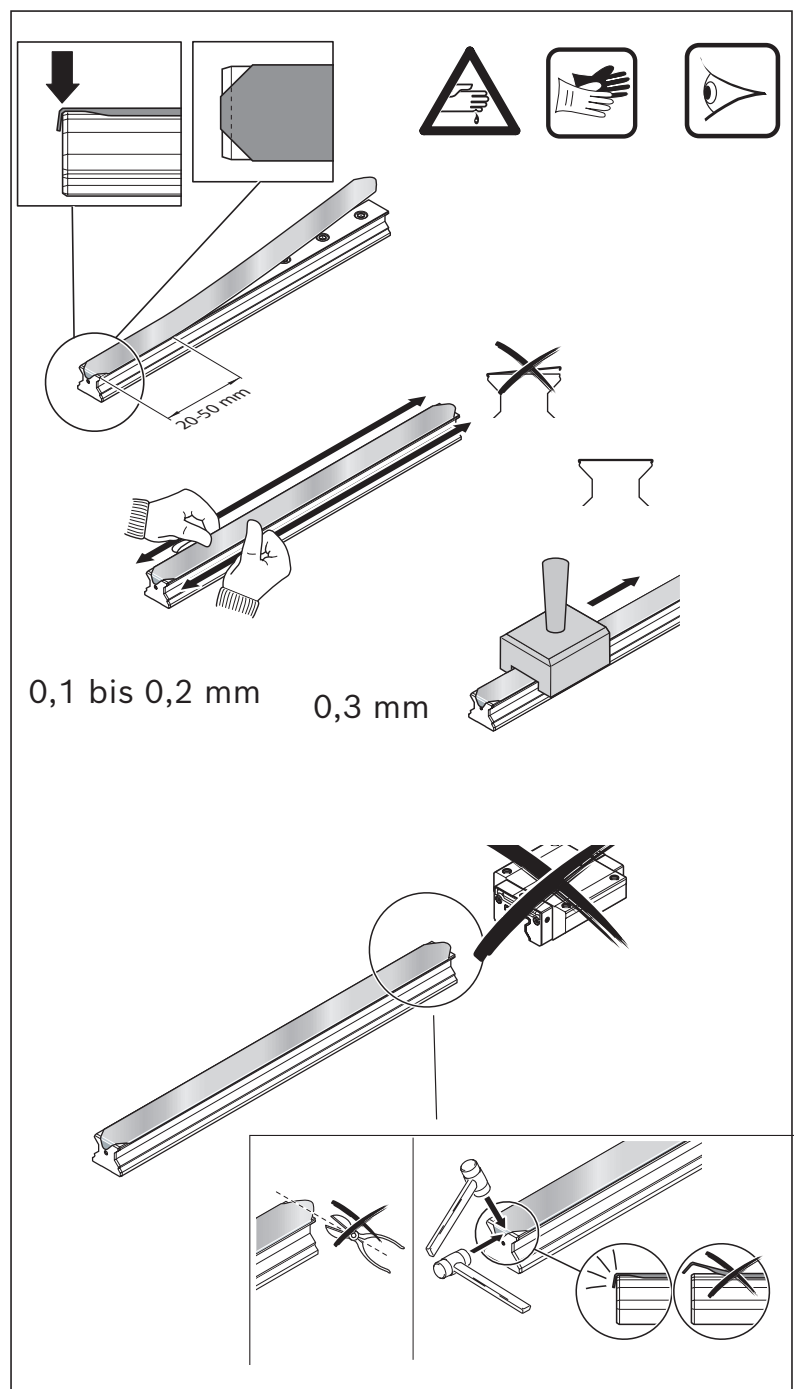

Fig. 37: Montage Abdeckbänder bei passender Abdeckbandlänge
**!** Fig. 37
- ▶ Die gerade Bandzunge mit einem Kunststoffhammer bündig abwinkeln. Nicht abschneiden! **!** Fig. 37
**!** Abdeckband muss im Kopfbereich und an der Stirnseite anliegen! **!** Fig. 37
- ▣ Fig. 37
▣ Fig. 37.